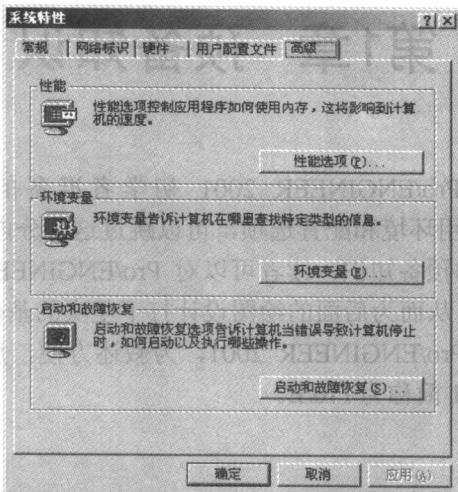

图 1-1 【系统特性】对话框
- 右键单击【我的电脑】图标，弹出一个快捷菜单，选择其中的【属性】选项，弹出【系统特性】对话框，如图 1-1 所示。